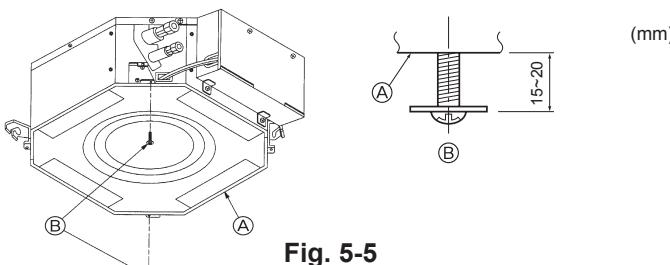

Fig. 5-5
5.3.1. Vorbereitungen (Fig. 5-5)
- ⑧ Hauptanlage
- ⑨ Detailabbildung der eingebauten Schraube mit Unterlegscheibe (zubehör).